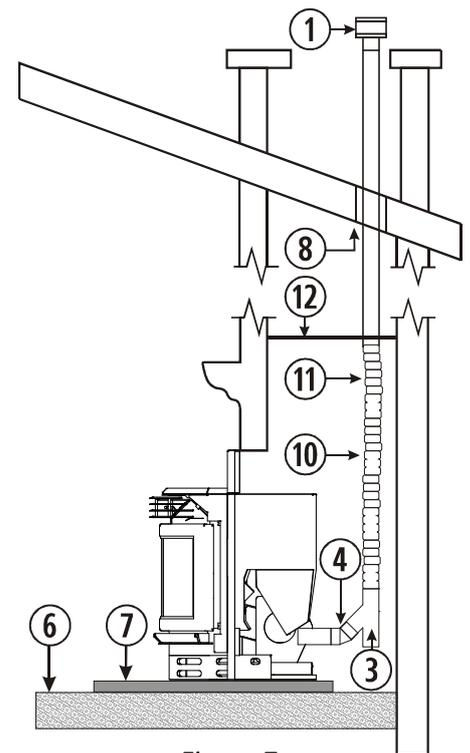

Figura 7
4.42. Instalar la estufa o el encastrable Eco I según la *figura 7*, teniendo especial cuidado en colocar una tapa metálica y obligatoriamente con tubo de acero inoxidable flexible en la salida de gases.
①	Sombbrero antiviento.
③	Te de 135° con registro.
④	Codo de 45°.
⑥	Suelo de madera.
⑦	Protector del suelo no combustible.
⑧	Separación de 80 milímetros.
⑩	Tubo flexible acero inoxidable.
⑪	Manguito adaptador rígido-flexible.
⑫	Tapa metálica.